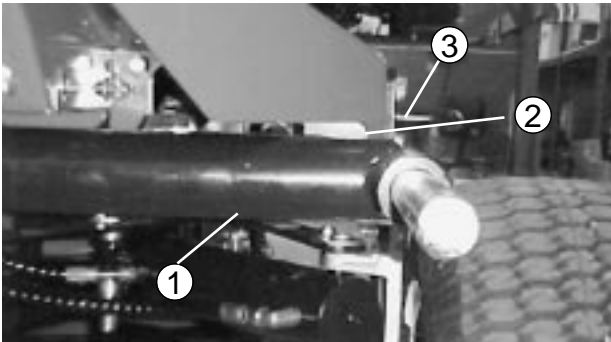
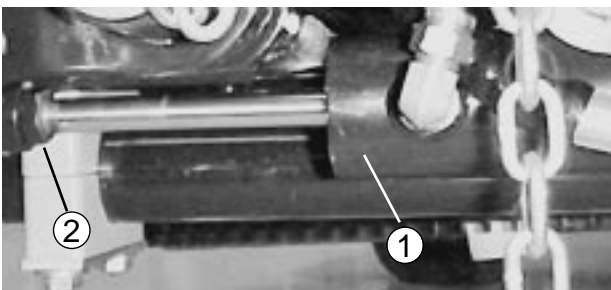
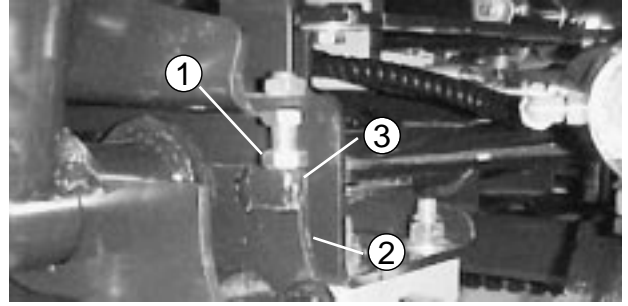

図24
図25
図26
昇降アームを調整する（図24～28）
1. エンジンを始動し、昇降アームを上昇させ、各昇降アームとフロア・プレート・ブラケットの間のすきまを測定する（図24）。この値が4.6～8.1 mmの間でない場合は、ストップ・ボルト（図26）を戻し、シリンダを調整して隙間を作る。シリンダの調整は、ジャムナット（図25）を戻し、ロッドの端部からピンを抜いてクレビスを回転させて行う。調整が終わったらピンを取り付けて隙間の大きさを確認し、必要に応じて再調整し、ナットを締める。
2. 各昇降アームとストップ・ボルトとの隙間（図26）が0.13～1.0 mmの間にあるかどうか点検する。この範囲になればストップ・ボルトを調整します。